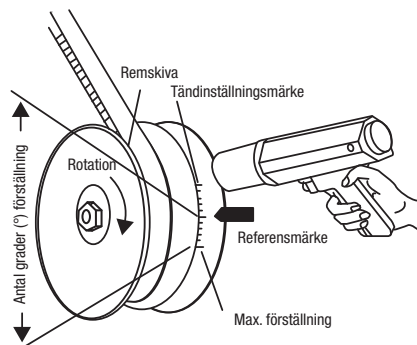

Fig. 3
9. Om tändinställningsmärket resp. referensmärket däremot inte skulle ställa sig i linje med varandra, lossa försiktigt fördelarens låsskruv, vrid därefter fördelaren med- eller moturs tills tändinställningsmärket hamnar i linje med referensmärket enl. fig. 3.
2. Märkena skall förbli i samma läge tills motorn når det av tillverkaren specificerade varvtalet. Tändinställningsmärket skall sedan röra sig sakta och lugnt, utan några ryckningar (se fig. 3).